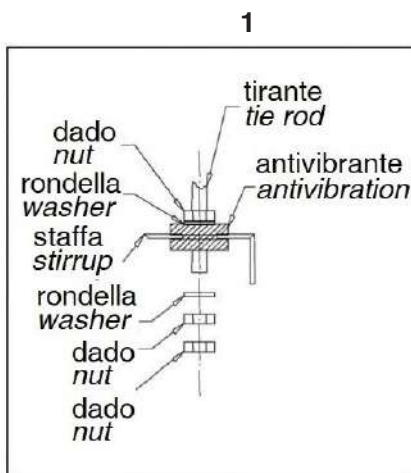
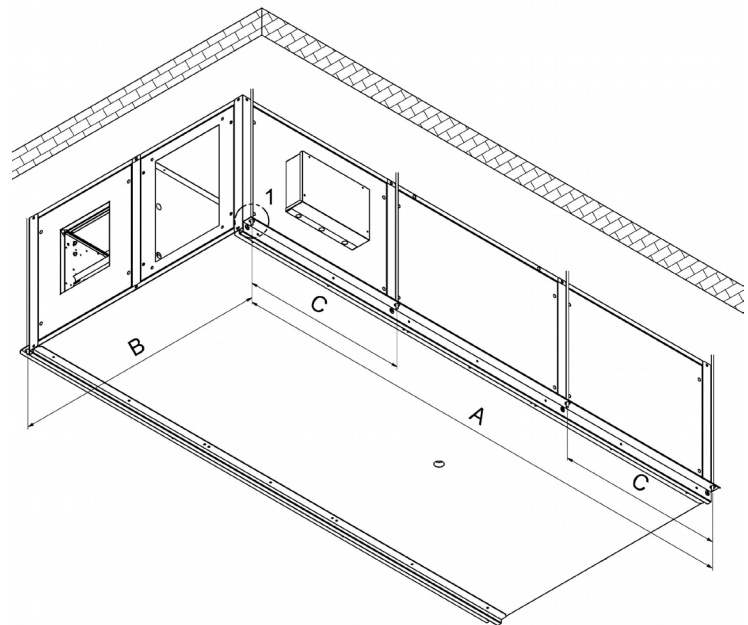

Fig.10A
Fig.10B
### VERSIONE ORIZZONTALE (Fig. 10A - Fig. 10B)
1) Eseguire la foratura a soffitto e fissare i tiranti filettati M8 come indicato (Fig. 10A).
2) Posizionare l'unità sui tiranti (1 Fig. 10B).